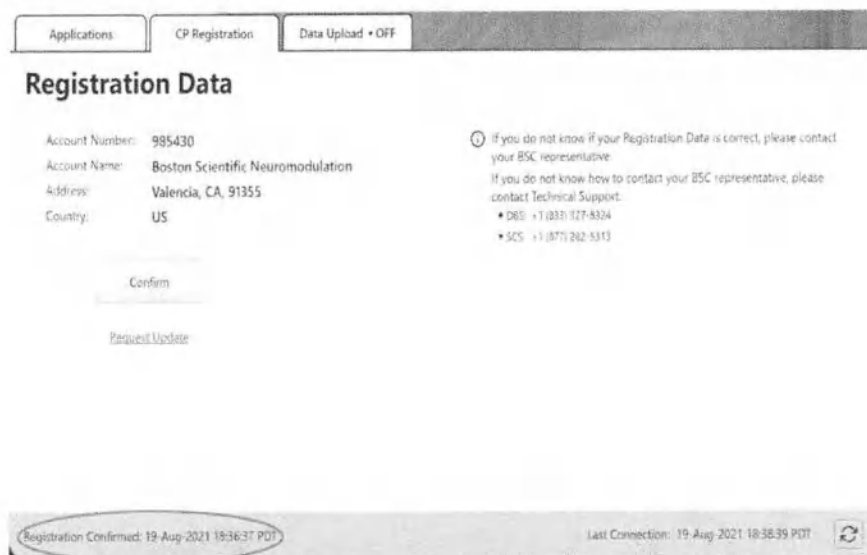

Рисунок 3. Статус подтверждения регистрации
- а. Если вы выбрали (Подтвердить), будет показан статус «Регистрация подтверждена: [дата и время подтверждения]» (Рисунок 3).